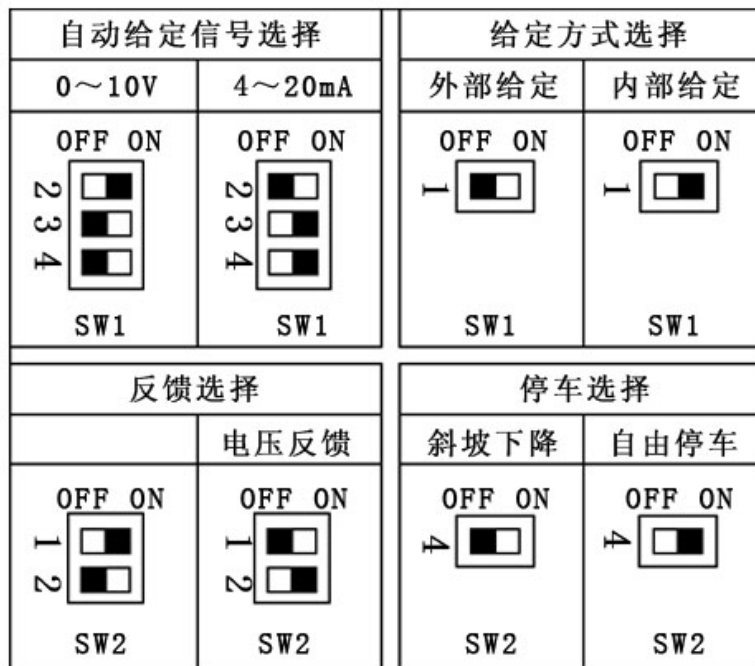

图 3-4 调整开关
为方便更改控制特性，控制板设有调整开关，如下图 3-4 所示：
- (1) 要求 L1 与 L3、L2 与 L4 的相位严格同步；
- (2) 如果用户没有提出具体的反馈形式，在出厂时均采用“电压反馈”。如果用户需要改为“速度反馈”形式时，见图 3-4；
- (3) 使用 4~20mA、0~10V、W1 控制电机速度时，应确认内部给定电位器已断开（SW1-1=OFF）；
- (4) 调速器额定电流小于 75A 时，采用自然冷却方式，无散热风机接口（L5、L6）；
- (5) 直流电机不需励磁电源时（永磁电机），不连接 L7、L8、+E、-E 及外部连接设备；
- (6) 本调速器无失磁保护停机功能，若需要该功能，用户自行考虑失磁后断开 KA1 或调速器电源；
- (7) 在给定到最大时、输出不到最大，或给定还未到最大、输出就已到最大，可采用如下方法校正：